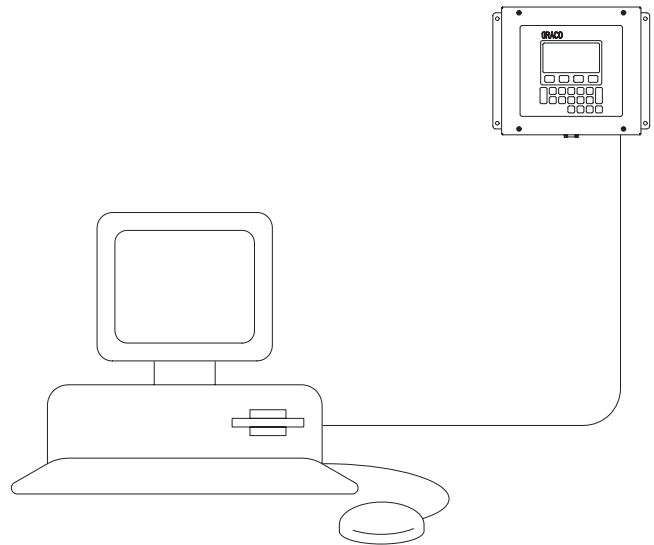

Fig. 13.39
3. Conecte el extremo del cable del ordenador (9 patillas) al puerto en serie del ordenador. Conecte el otro extremo del cable (que parece una clavija de teléfono) al interfaz de usuario. Vea la Fig. 13.39.